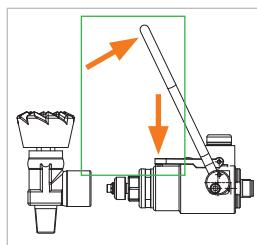

Abbildung 4
► Halten Sie die Arretierung (Pos. 8) nach unten gedrückt und klappen Sie anschließend die Betätigung (Pos. 1) nach oben (*Abbildung 4*). Die Spannzangen fallen zusammen.